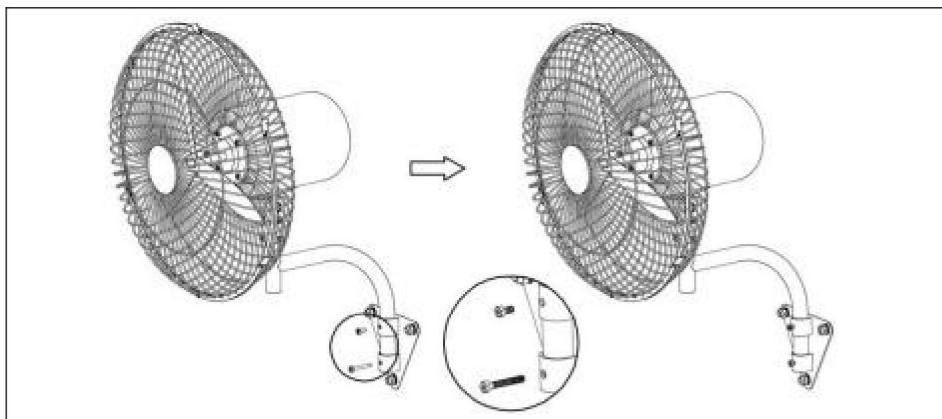

Fig.9.
2). Instale el cuerpo del ventilador en el panel de pared (2) y luego bloquee los tornillos del soporte 1 (4) y los tornillos del soporte 2 (5). Tenga en cuenta que los orificios para tornillos en el soporte deben corresponder con los orificios para tornillos en el panel para colgar en la pared. Consulte la (Fig.9).